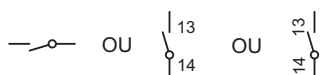

Figure VI.13 – Contact à fermeture ou contact travail
2. Contacts à fermeture ou contact travail lorsqu'ils sont normalement ouverts et qu'ils se ferment à l'excitation de la bobine. Le repérage se fait de la même manière que celui des contacts à ouverture à la seule différence que les chiffres de la fonction sont repérés par 3 - 4 (Figure VI.13)